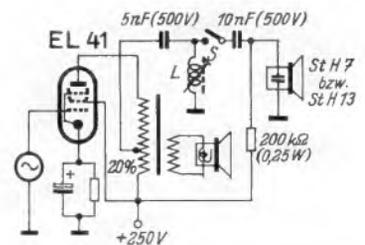

Bild 6. LC-Ankopplung der statischen Lautsprecher von Isophon
a. **LC-Ankopplung** (Bild 6): Die Tonfrequenzspannung wird einer Anzapfung der Primärspule des Ausgangsübertragers entnommen, die windungszahlmäßig bei 20 % liegt, vom Spannungszuführpunkt aus gerechnet. Die Induktivität der Spule L muß beim System St H 13 (13 cm Ø) etwa 42 mH und beim System St H 7 (7 cm Ø) etwa 72 mH betragen. Am besten eignet sich eine Spule mit verschiebbarem Eisenkern, wie sie für die 9-kHz-Sperre verwendet wird. Der Abgleich erfolgt bei 7,5 bis 8 kHz auf Spannungsmaximum an der